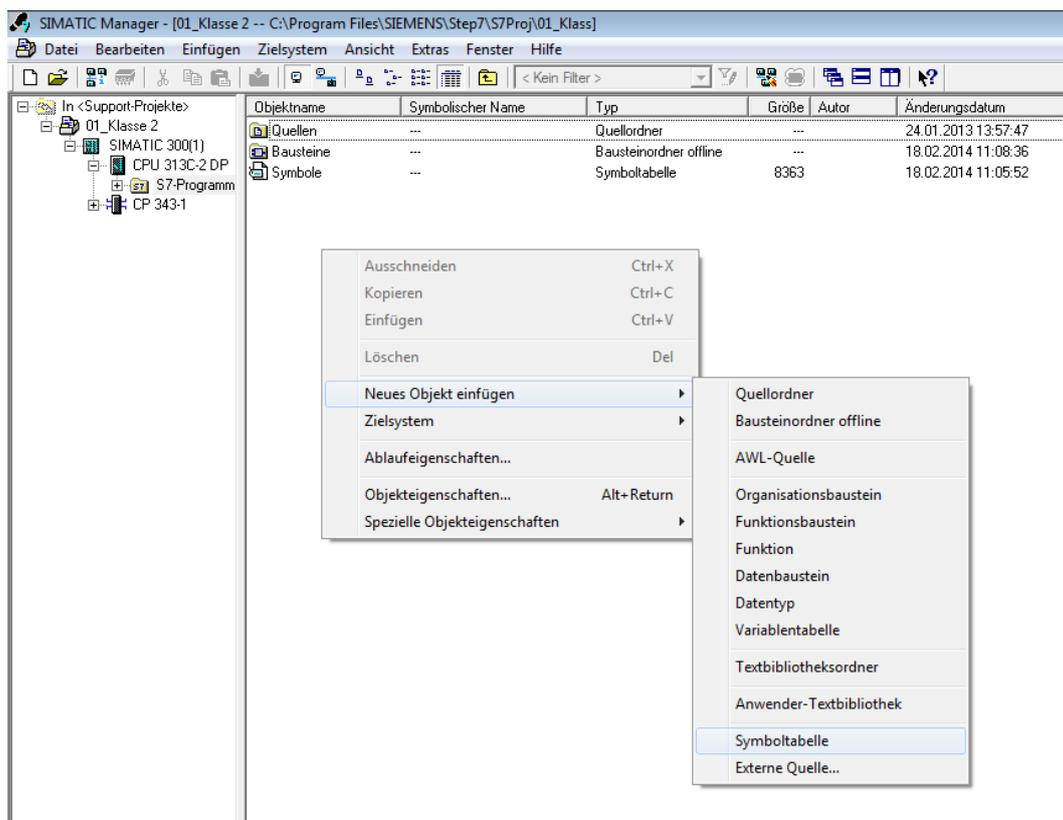

Abbildung 5.1: Öffnen der Symboltabelle – STEP 7
Öffnen Sie die Symboltabelle gemäß der Abbildung 5.1.
- Öffnen Sie die Variablen-tabelle (Analog zur Abbildung 5.1).
- Öffnen Sie die Variablentabelle (Analog zur Abbildung 5.1).